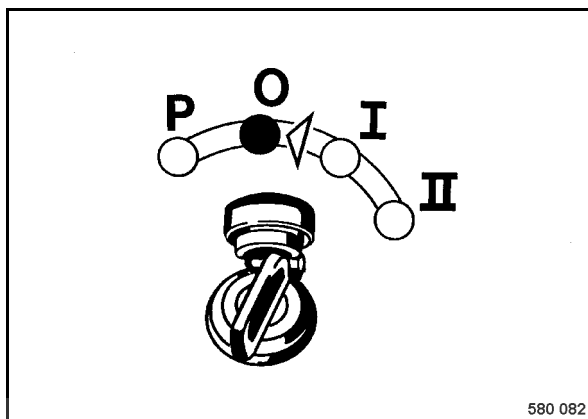

fig. 54
- Tourner la clé de contact (fig. 54) sur position "O" ou "P" et la retirer.